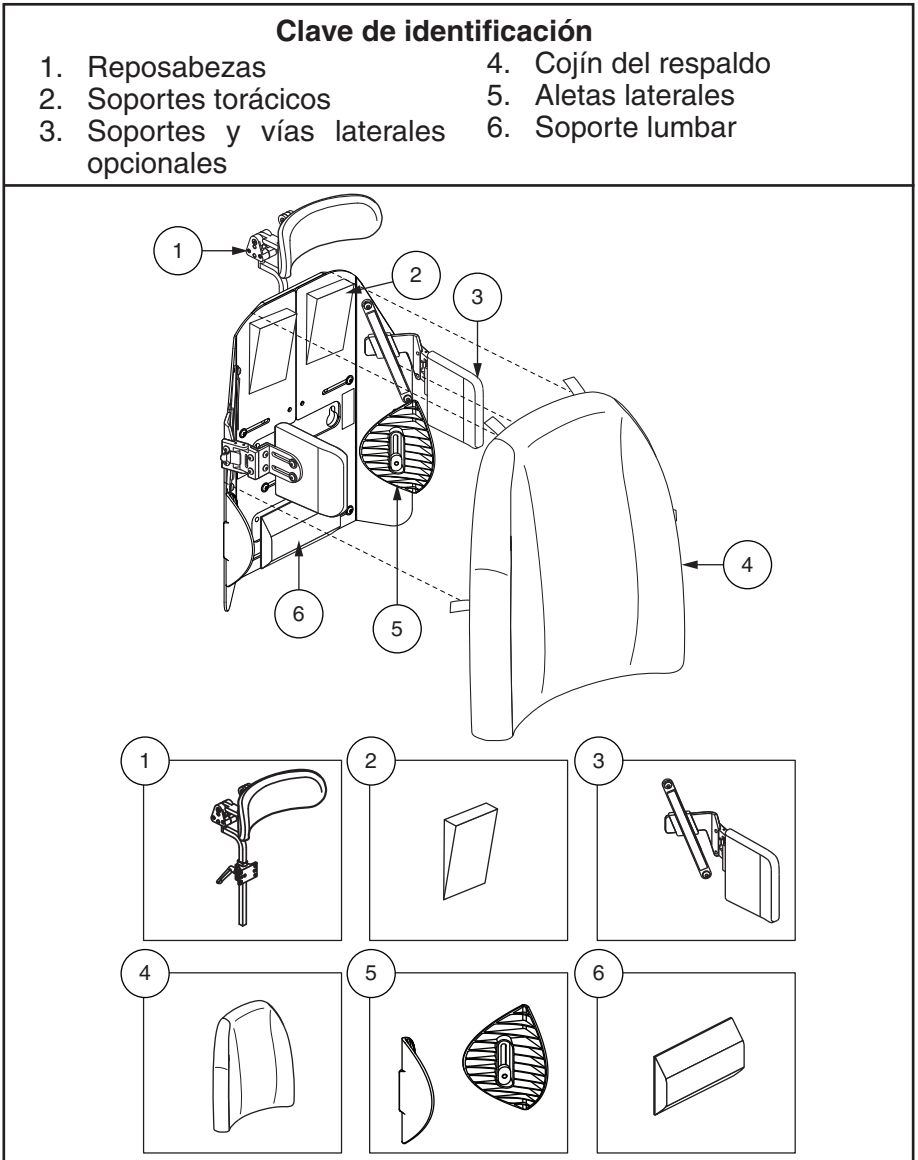

Figura 23. Componentes del TRU-Comfort 2
El TRU-Comfort 2 es un respaldo especial de múltiples posiciones que mejora la comodidad del usuario. La **figura 23** proporciona información sobre los componentes extraíbles y ajustables de TRU-Comfort 2. Consulte este diagrama para familiarizarse con la función y ubicación de cada componente antes de usar TRU-Comfort 2.
1. Con el fin de mejorar la posición y el confort del usuario y según sea necesario, coloque los soportes lumbar y torácico con la cara plana hacia abajo y pegados contra el respaldo. Del mismo modo, coloque los soportes y aletas laterales y sujételos con los elementos de sujeción. **Ver figura 23.**
2. Posicione el cojín del respaldo de tal forma que las pestañas de las tiras de ajuste queden mirando hacia el respaldo. Coloque el cojín sobre cualquier soporte lumbar, lateral o torácico y luego sujételo al respaldo mediante las tiras de ajuste tipo velcro. **Ver figura 23.**
1. Para retirar el cojín del respaldo, despegue las tiras de ajuste que sujetan el cojín al respaldo y tire del cojín hacia usted. **Ver figura 23.**
6. Una vez seca la funda, vuelva a colocar la funda en el cojín del respaldo y coloque éste de tal forma que las pestañas de las tiras de ajuste queden mirando hacia el respaldo. Coloque el cojín sobre cualquier soporte lumbar, lateral o torácico y luego sujételo al respaldo mediante las tiras adherentes tipo velcro. **Ver figura 23.**